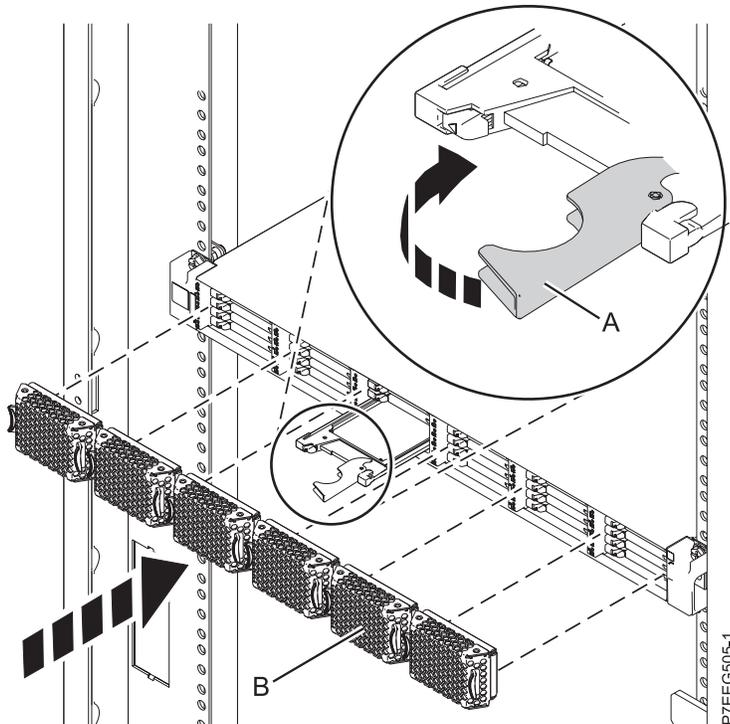

Figure 35. Remplacement d'une unité SSD dans le Boîtier de stockage PCIe 58/88.
3. Tournez la poignée de verrouillage (A) pour la mettre en position verrouillée, comme indiqué à la figure 35, à la page 58.
4. Installez le panneau (B).